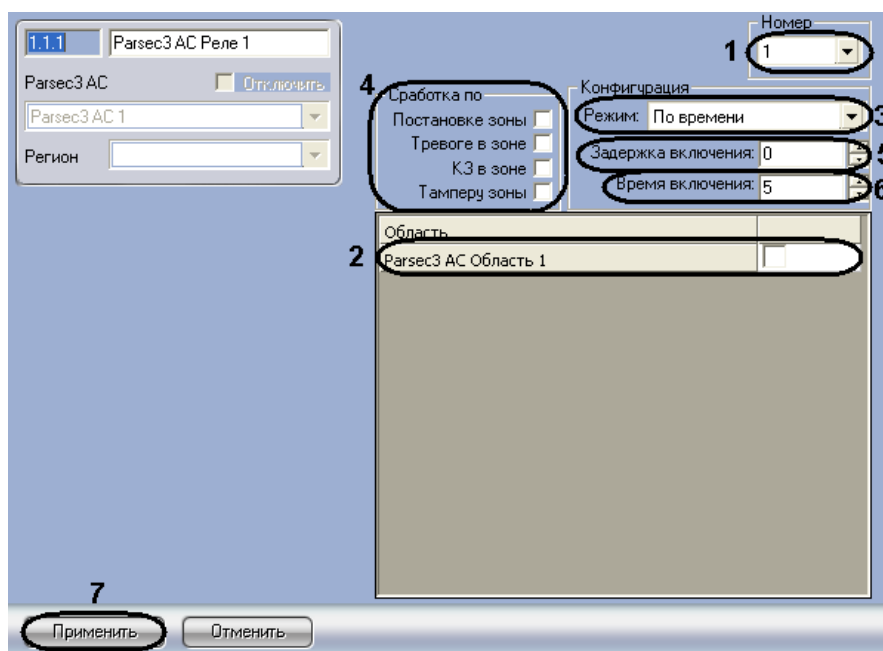

Рис. 3.9—6 Панель настроек объекта Реле
- Из раскрывающегося списка **Номер** выбрать порядковый номер реле (Рис. 3.9—6, 1).
- Установить флажки напротив тех охранных областей, в которых используется данное реле (Рис. 3.9—6, 2).